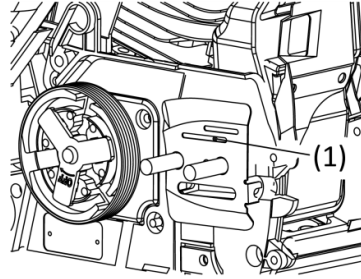

Рис. 16.2
**2. Отверстие подачи масла (рис. 16.2).**
Разберите направляющую шину и проверьте отверстие подачи масла (поз. 1 рис. 16.2) на отсутствие закупорки.